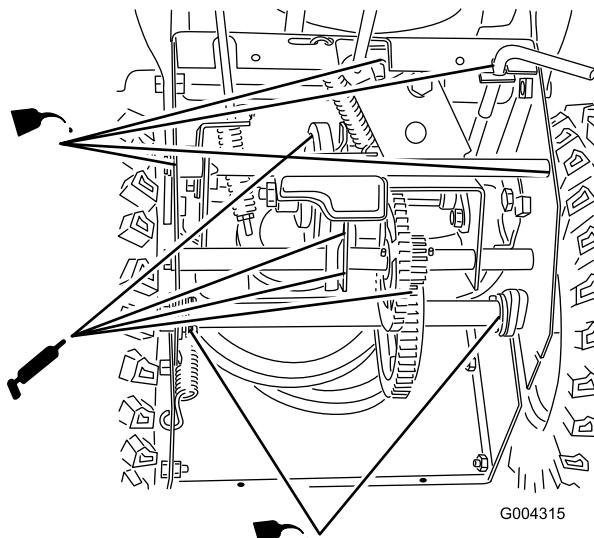

Рисунок 28
4. Нанесите тонкий слой легкого масла на снегоочиститель в соответствии с рис. Рисунок 28.